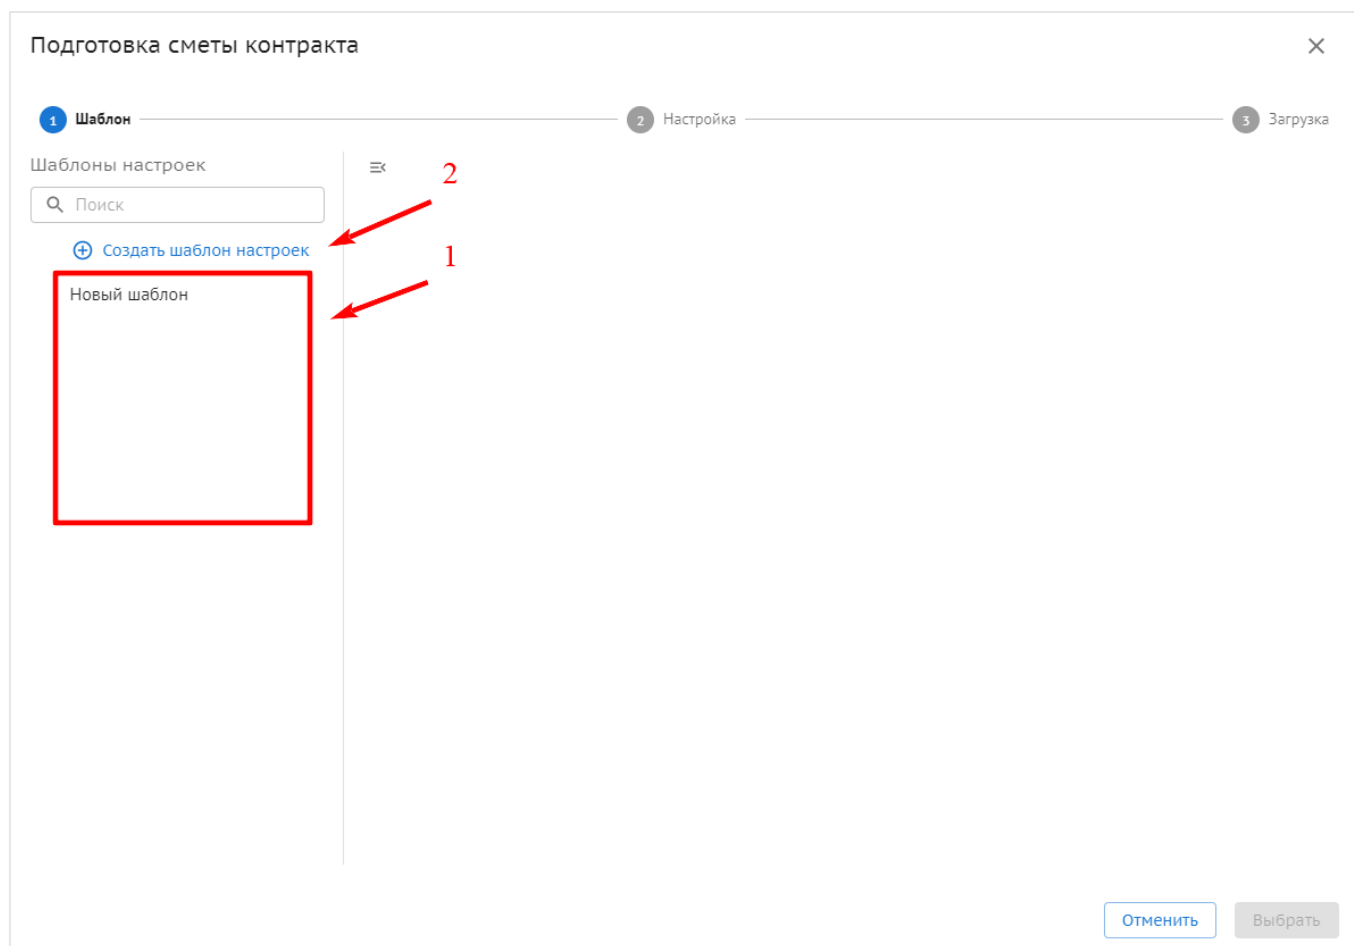

Рис. 3 – Создать шаблон настроек
Если настройки для определения уровней сметы не были внесены ранее – список (1) будет пустым, необходимо «Создать шаблон настроек» (2) (рис. 3).